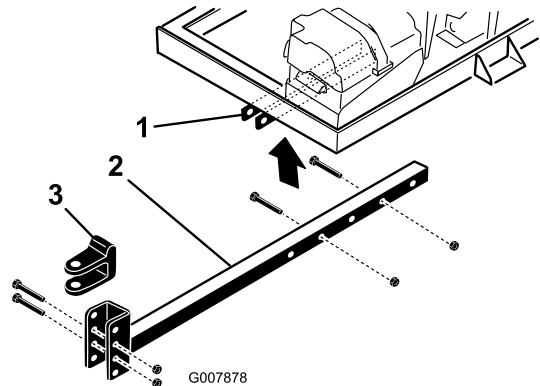

Figure 4
2. Insérez le tube d'attelage dans les supports du cadre (Figure 4). Fixez le tube au cadre avec 2 boulons (3/8" x 3") et écrous à embase (3/8") serrés à 40 N·m.
- Enlevez les boulons et les contre-écrous qui fixent la chape d'attelage (Figure 4) au tube d'attelage.
- Retirez les boulons et écrous qui fixent le tube d'attelage aux supports du cadre (Figure 4).